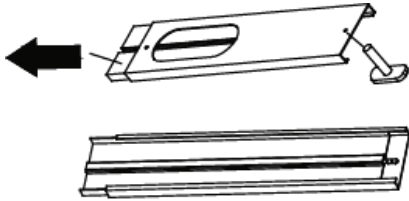

Afb. 1
- Het product moet vrij staan met een afstand van ten minste 50 cm ten opzichte van andere voorwerpen en hindernissen. De luchtuitlaatopeningen (2) moet naar de kamer toe gericht zijn. Zie afb. 1.